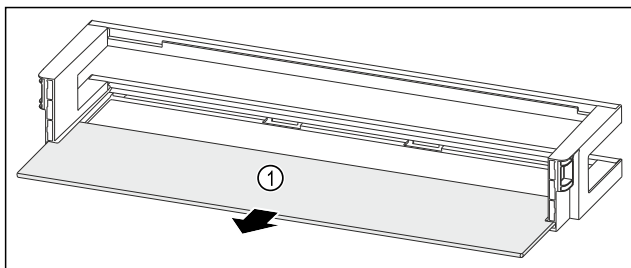

Fig. 167 Dvevní přihrádka s odkládací plochou
- Odkládací plochu Fig. 167 (1) odeberte.